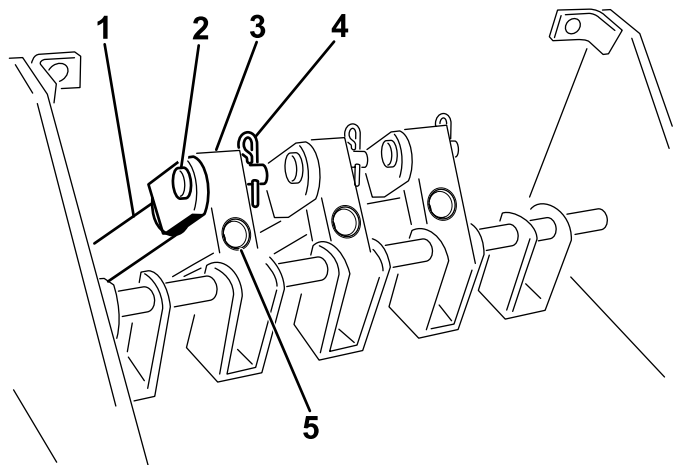
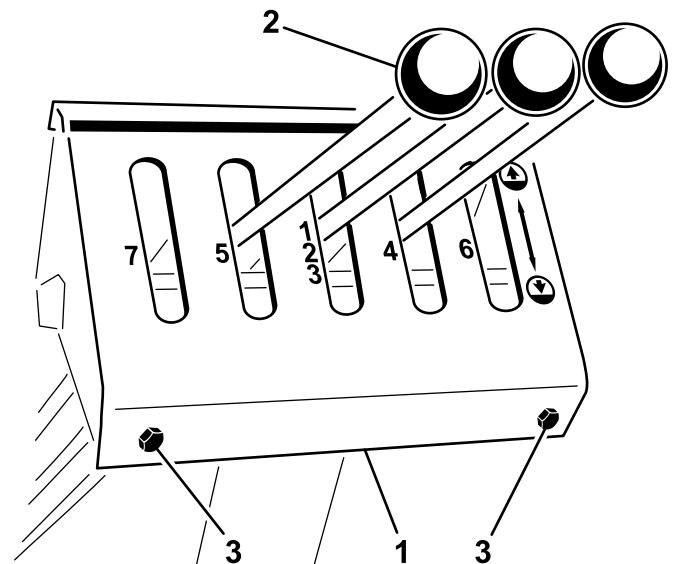

图 7
图 8
4. 用 4 个对应的平头螺丝将控制面板护罩安装到控制塔上图 8。
1. 卸下 4 个平头螺丝从控制塔上卸下控制面板护罩图 8。
2. 用柱销与开口销将上控制联动装置管固定到枢轴块上图 7。
5. 将控制杆拧入枢轴块图 7 和图 8。